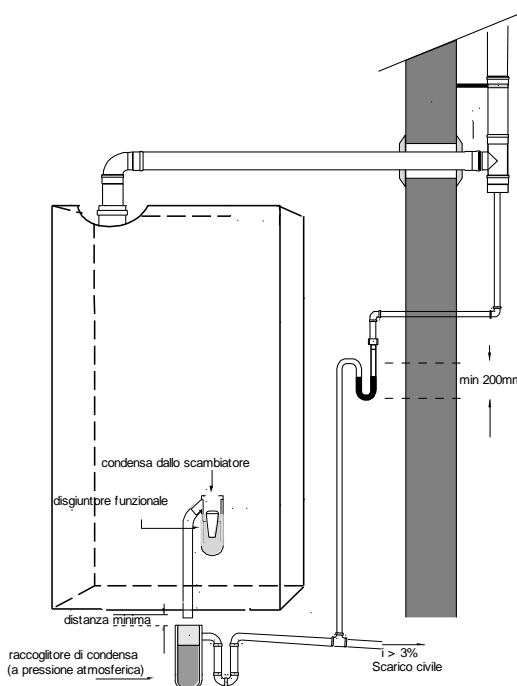

Figura 9
Non convogliare mai i fumi di più caldaie all’interno dello stesso condotto di scarico, ciascuna di esse deve necessariamente avere un proprio condotto di scarico indipendente. Si ricorda che se si rendesse necessario prolungare il condotto di scarico oltre i 4 metri, è sempre opportuno realizzarne al piede del tratto verticale del condotto un sifone, secondo lo schema della Figura 9.
Il gocciolatoio può essere realizzato mediante l'installazione di un apposito bicchiere, oppure più semplicemente con una curva in polipropilene atta a ricevere la condensa uscente dalla caldaia e l'eventuale fuoriuscita di liquido dalla valvola di sicurezza, come indicato nella Figura 9. La distanza massima tra lo scarico di condensa della caldaia ed il bicchiere (o tubazione bicchierata) di raccolta non deve essere inferiore ai 10 mm. Per il collegamento alla rete fognaria è necessario installare o realizzare un sifone per evitare il ritorno di odori sgradevoli. Per la realizzazione degli scarichi di condensa si consiglia di utilizzare tubazioni in materiale plastico (PP), non utilizzare in nessun caso tubazioni in rame, l'azione della condensa infatti ne provocherebbe un rapido degrado.